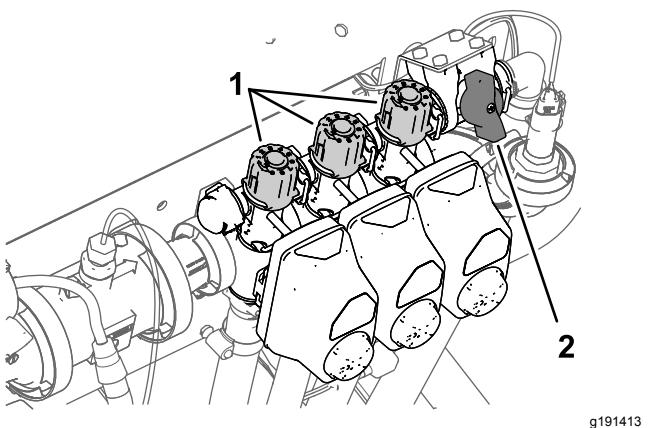

Figura 29
4. Ajuste el mando de desvío de la sección derecha (Figura 29) hasta que el caudal indicado coincida con el valor anterior, según la tabla.
6. Ajuste el mando de desvío de la sección central (Figura 29) hasta que el caudal indicado coincida con el valor anterior, según la tabla.
2. Desactive el interruptor de la sección izquierda y ajuste el mando de desvío de la sección (Figura 29) hasta que el caudal indicado coincida con el valor anterior, según la tabla.